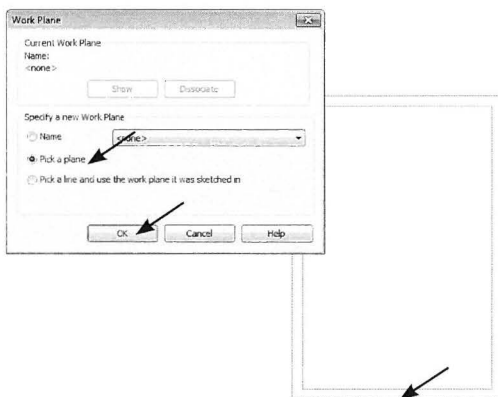

Fig. 09.80. Vælg Pick a Plane - OK og klik på syd facade's yderside af ydervæg.
- Sørg for at den står på *Pick a Plane* (Fig. 09.80) og klik OK.
- Klik derefter på sydfacade's yderside af ydervæggen (Fig. 09.80).